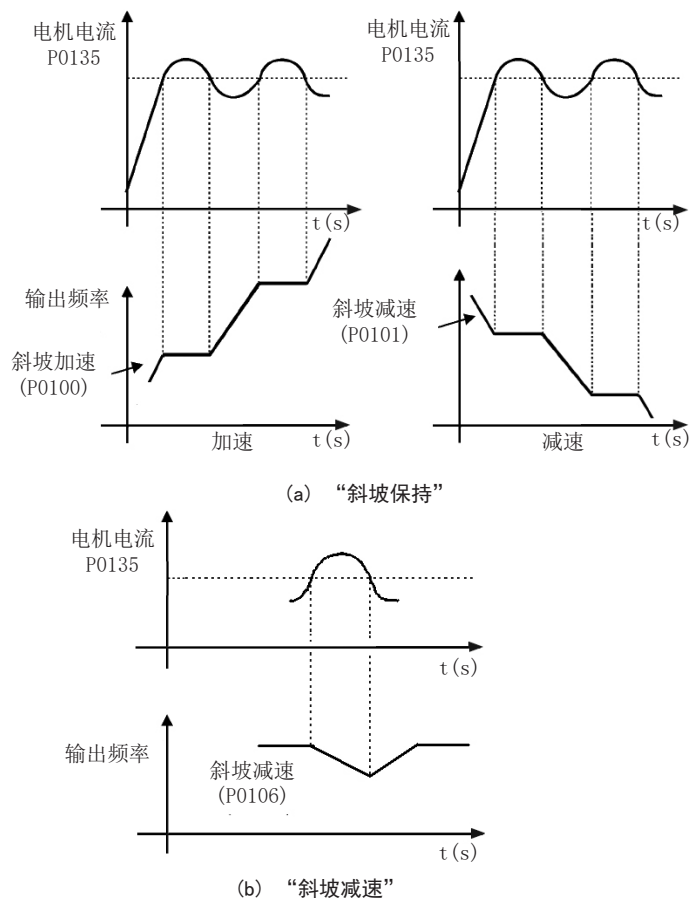

图9.9: (a) 和 (b) 通过P0135限流的动作模式
- 启动：测量直流母线电压（P0004）并与 P0151 中设置的值进行比较；这些信号之间的差异（误差）乘以比例增益（P0152）；然后将结果添加到斜坡输出，如图9.7（第9-11页）和图9.9（第9-12页）。
- 动作：如果在加速或减速过程中电机电流超过了 $P0135$ 的设定值，那么速度将不会继续增大或减小。当电机电流达到低于 $P0135$ 的值时，电机将再次加速或减速。请参阅图9.9（第9-12页）。
- 动作：如果在加速或减速过程中电机电流超过了 $P0135$ 的设定值，那么速度斜坡输入端将会被强制置为空值，从而强制电机减速。当电机电流达到低于 $P0135$ 的值时，电机将再次加速。请参见图9.9（第9-12页）。
激活斜坡保持和减速斜坡模式电流限制的电流水平, 分别如图9.9 (第9-12页)所示。